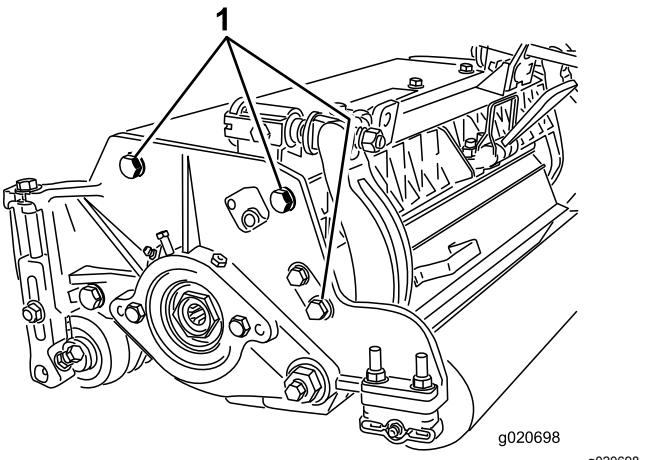

**Figura 14**
- Ajuste los soportes del rodillo trasero (Figura 14) al intervalo de alturas de corte
deseado colocando la cantidad necesaria de espaciadores debajo de la brida de montaje de la chapa lateral (Figura 14), según lo indicado en la Tabla de alturas de corte.